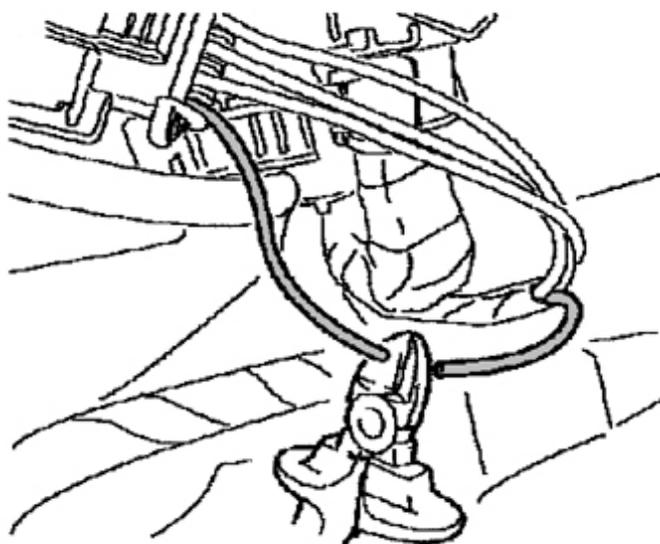

Fig. 1
- Desconectar el cable (0,5 / gris-negro) que va de la ranura 4 en la válvula eléctrica de recirculación de gases de escape a la conexión 19 en la válvula de la bomba. Cortar el cable unos 20 mm por detrás del conector de la válvula de recirculación de gases de escape (véase fig. 1). En ningún caso deberá aflojarse el conector de la bomba.